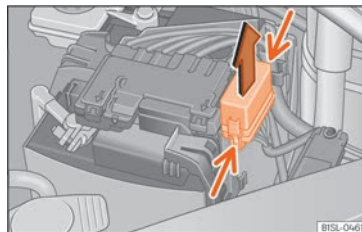

Abb. 46 Im Motorraum: Abdeckung des Sicherungskastens.
- Drücken Sie die Verriegelungslaschen, um die Abdeckung des Sicherungskastens zu entriegeln »» **Abb. 46.**